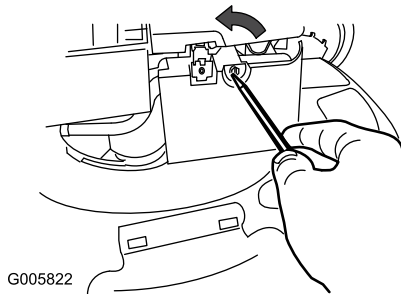

Рисунок 32
- Используя отвертку, откройте крышку воздушного фильтра (Рисунок 32).